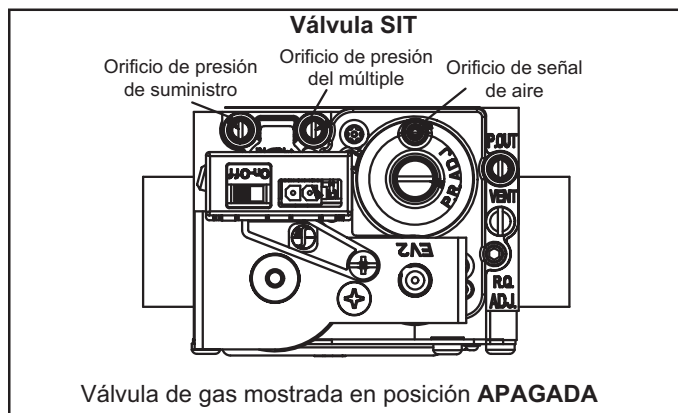

FIGURA 29
Operación de la válvula de gas (Figura 29)
- 6 - Mueva el interruptor de la válvula de gas a la posición OFF (Apagado). No lo fuerce. Ver Figura 29.
- 8 - Mueva el interruptor de la válvula de gas a la posición ON (Encendido). No lo fuerce. Ver Figura 29.
- 4 - Mueva el interruptor de la válvula de gas a la posición OFF (Apagado). No lo fuerce. Ver la Figura 29.